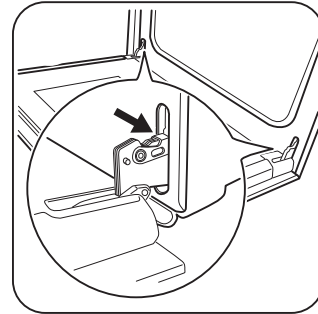

Figure 30: Emplacements des charnières de la porte
1. Ouvrez complètement la porte, parallèlement au sol et tenez les deux charnières de porte (Figure 30).
3. Ouvrez complètement la porte du four, parallèlement au sol (Figure 30).